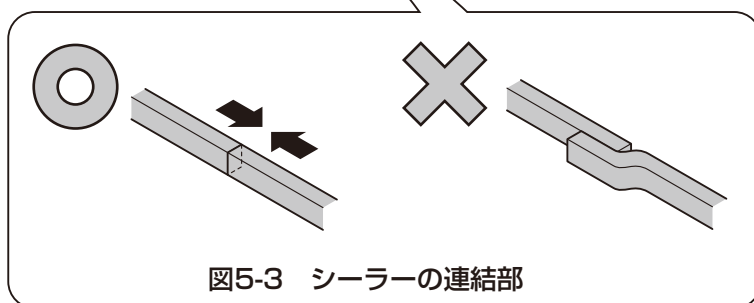

図5-3 シーラーの連結部
- シーラーを両側より押付けて、すき間のないように貼付けてください。(図5-3)